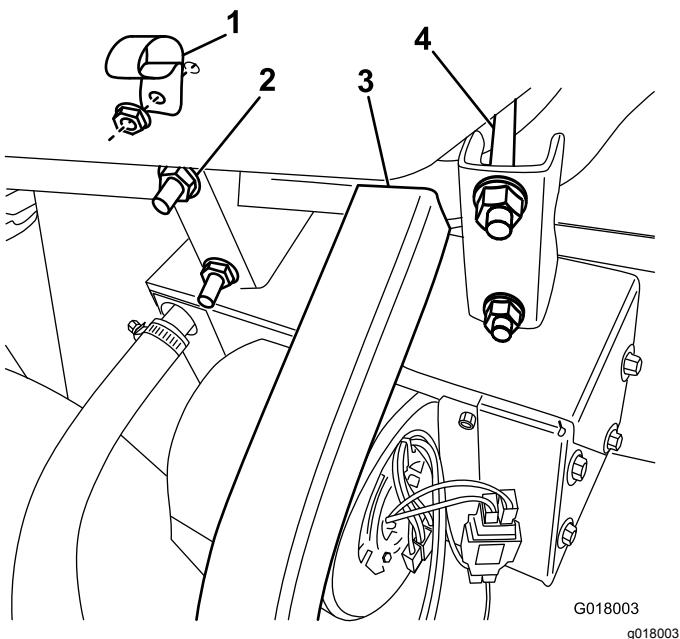

Figura 22
- Fissate il riscaldatore e il gruppo staffa sul tubo della struttura anteriore e posizionate a contatto con la struttura a U, utilizzando i bulloni a U e i dadi flangiati in dotazione (Figura 22).
4. Fissate il serratubi a R al vano portaoggetti con un bullone a testa flangiata e un dado (Figura 22).